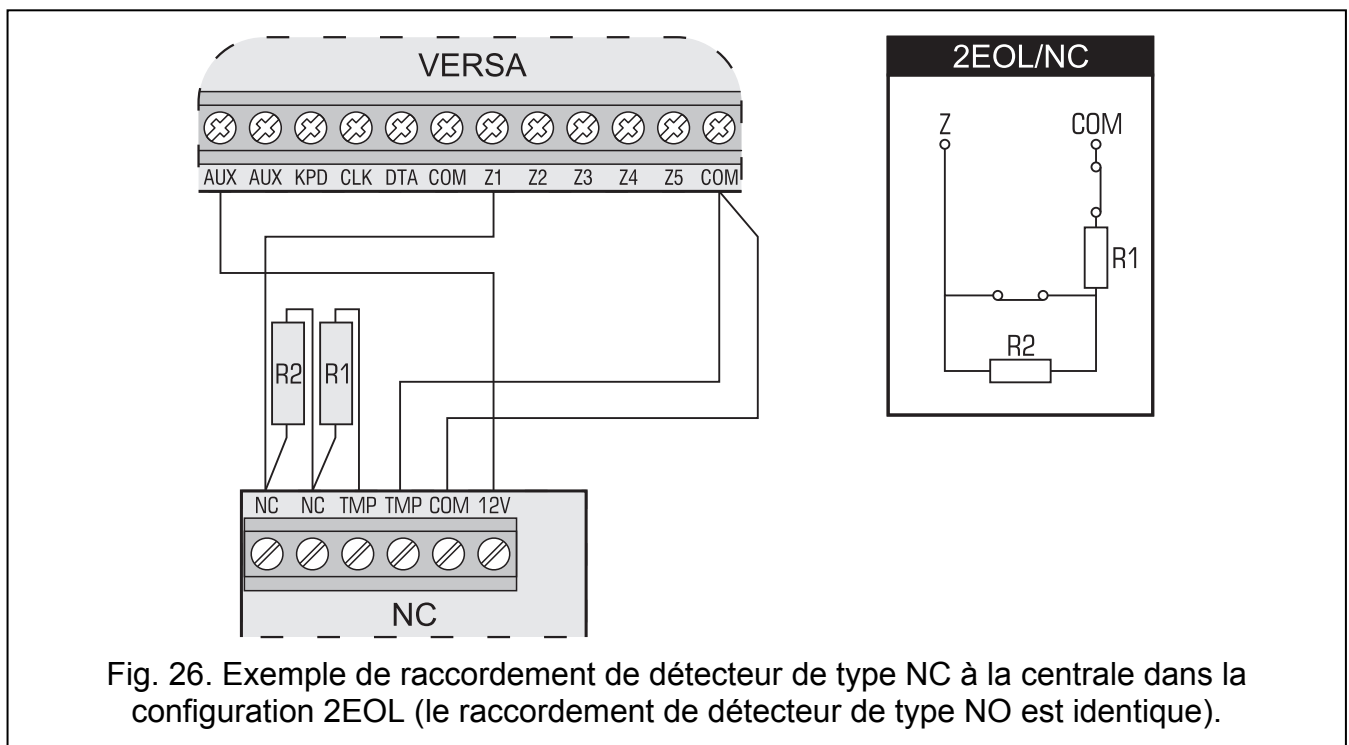

Fig. 26. Exemple de raccordement de détecteur de type NC à la centrale dans la configuration 2EOL (le raccordement de détecteur de type NO est identique).
- sur la carte principale de la centrale – la valeur de résistance R1 et R2 est programmée individuellement pour la configuration 2EOL (voir: la figure 26). La valeur de résistance pour la configuration EOL est une somme de valeurs programmées comme R1 et R2.
- **version 4.00** – la valeur de résistance R1 et R2 pour la configuration 2EOL (voir: la figure 26). La valeur de résistance pour la configuration EOL est une somme de valeurs programmées comme R1 et R2.